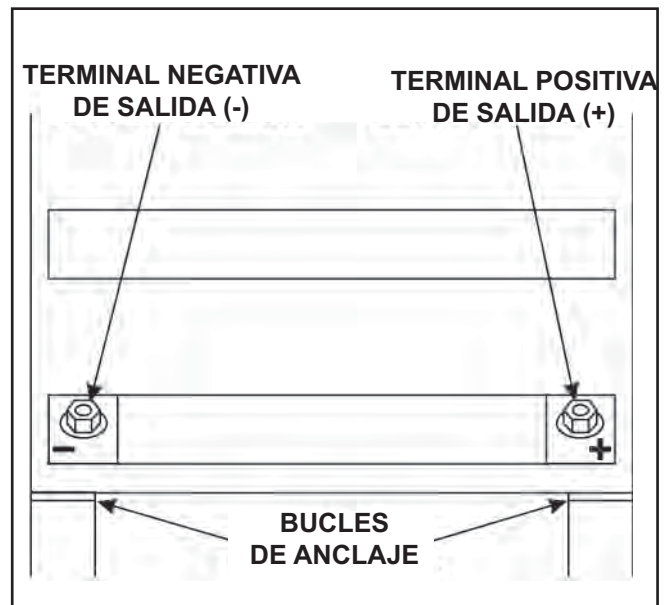

FIGURA A.6 - Terminales de Salida.
2. Localice los bucles de anclaje retráctiles que se encuentran directamente debajo de las terminales de salida en las esquinas inferior derecha e inferior izquierda del Ensamble del Gabinete Frontal. Consulte la Figura A.6.